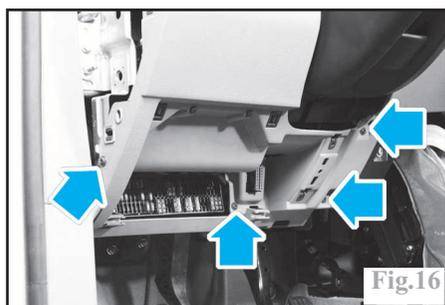

Fig.16
- les vis de fixation de la garniture inférieure gauche de la planche de bord (Fig.16) puis débrancher les connecteurs au dos des commandes et décliper le connecteur de diagnostic.